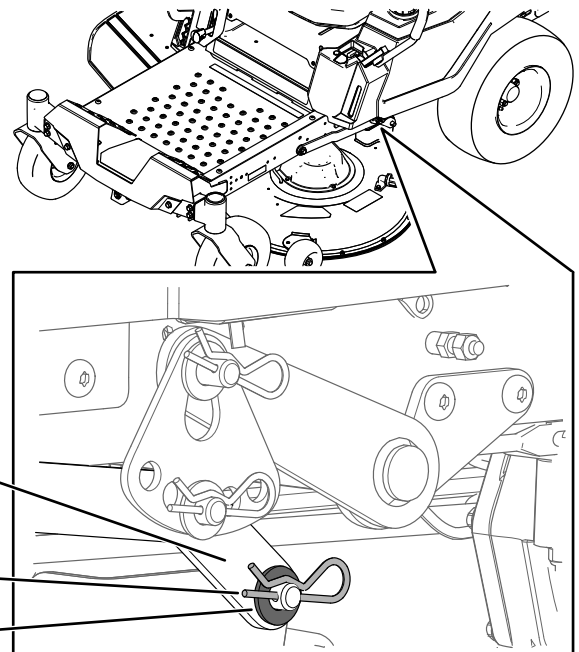

図 67
6. 機体の左右どちらかで、デッキピンからヘアピンコッターとワッシャを外す **図 67**。
7. デッキピンから昇降アームを外す **図 67**。
5. 機体の左右どちらかで、デッキ後部を持ち上げて昇降アームをデッキピンに取り付ける 図 67。
6. ワッシャとヘアピンコッターで昇降アームを取り付ける 図 67。